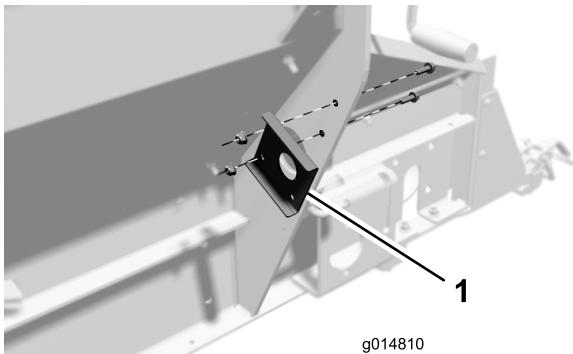

Figura 4
- Posicionando o suporte de luzes como indicado em Figura 4, prenda um suporte a cada lado da placa de reforço da tremonha com (2) parafusos de cabeça flangeada 5/16 x 1 pol. e porcas flangeadas 5/16 pol.